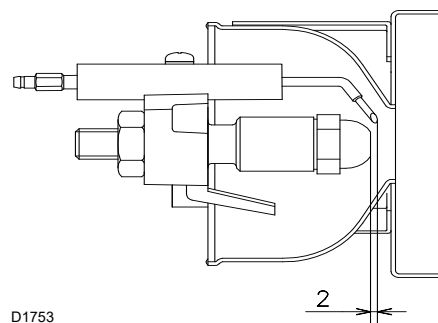

Fig. 13
- Skontrolujte, či sú elektródy zapnutia umiestnené v súlade s Fig. 13.